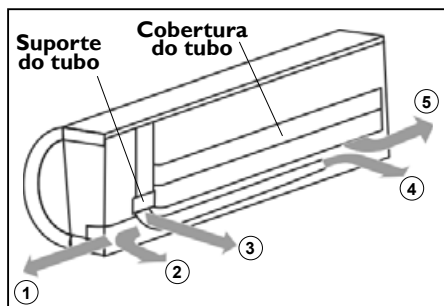

FIGURA 9 - DIREÇÕES DAS TUBULAÇÕES
- * A tubulação pode ser conectada numa das direções indicadas na figura 9.